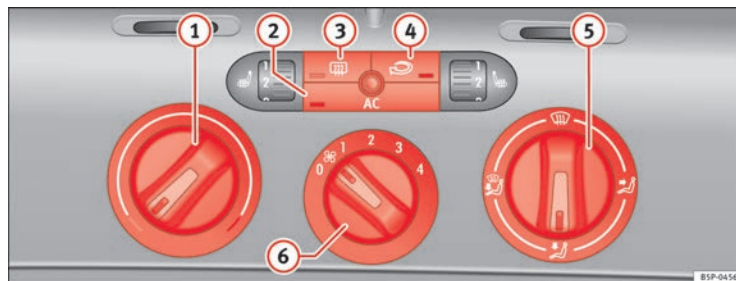

Abb. 107 In der Instrumententafel: Bedienelemente der Climatic
- Mit den Reglern ⇒ Abb. 107 ① und ⑤ und mit dem Schalter ⑥ stellen Sie die Temperatur, die Luftverteilung und die Gebläsestufe ein.
- Drücken Sie die jeweilige Taste ②, ③ oder ④, um eine Funktion ein- oder auszuschalten. Bei einer eingeschalteten Funktion leuchtet die Kontrollleuchte unten an der Taste auf.
- ① Temperaturregler ⇒ Seite 159.
- ② Taste **AC** – Klimaanlage ein-/ausschalten ⇒ Seite 159
- ③ Taste – Heckscheibenbeheizung. Etwa 20 Minuten nach dem Einschalten wird die Beheizung automatisch ausgeschaltet. Sie lässt sich vorzeitig durch Drücken der Taste ausschalten.
- ④ Taste – Umluftbetrieb ⇒ Seite 160
- ⑤ Luftverteilungsregler ⇒ Seite 159.
- ⑥ Gebläseschalter. Der Luftstrom ist in vier Stufen einstellbar. Das Gebläse sollte bei langsamer Fahrgeschwindigkeit immer auf der niedrigsten Stufe mitlaufen.
- Schalten Sie die Klimaanlage mit der Taste ⇒ Seite 158, Abb. 107 ein.